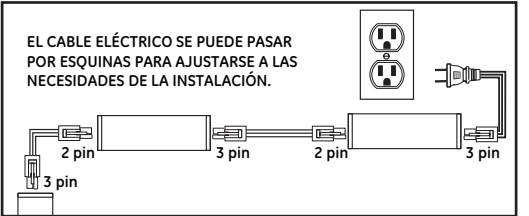

Figura 5
- El cable tiene un enchufe moldeado en un extremo y un conector en el otro extremo. El conector se enchufa en la barra de iluminación LED. El segundo cable provisto es de conexión, con conectores en ambos extremos. Este cable se utiliza para conectar en cadena la barra de iluminación LED a otra. Solo conecte las barras adyacentes. Consulte la **Figura 5** a continuación para ver cómo deben colocarse el enchufe de 2 clavijas y el de 3 clavijas.
- Una vez instalada, conecte el cable de conexión entre la barra de iluminación LED previamente instalada y la nueva. Consulte la **Figura 5** para ver cómo deben colocarse el enchufe de 2 clavijas y el de 3 clavijas.